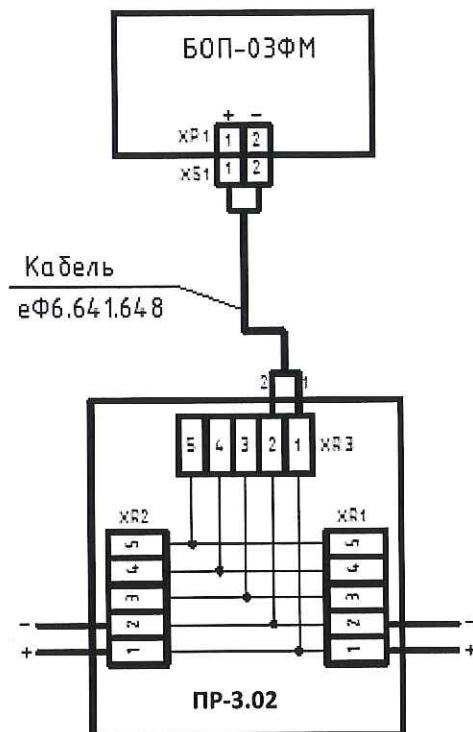

Рисунок 3 – Схема подключения блока оповещения к разветвителю
2.1.2.3 Подсоединить кабель цепи управления к разъему блока оповещения и клеммной колодке XR3 разветвителя ПР-3.02, соблюдая полярность, рисунок 3.